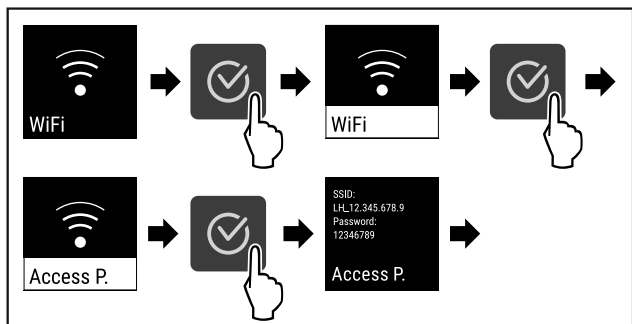

Fig. 84
- ▶ Udfør handlingstrinene (se Fig. 84).